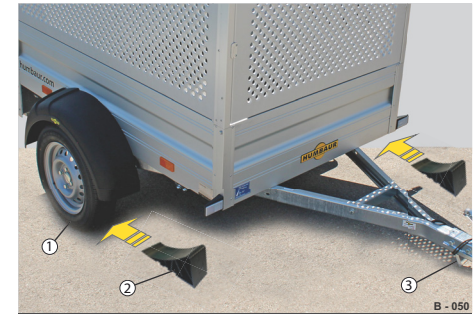

Abb. 96 Anhänger, abgestellt
- Anhänger gegen Wegrollen mit Unterlegkeilen (Abb. 96/2) sichern - siehe Seite 94.